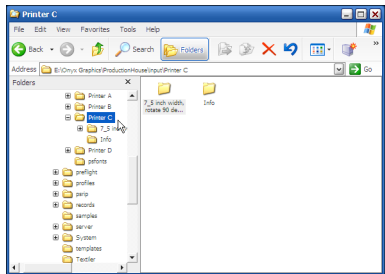

Рис. 29. Горячие папки
3. В папке «Program files» найдите папку «Input» и выберите принтер, который будет использоваться. Откроются горячие папки, связанные с данным принтером (см. рис. 29).